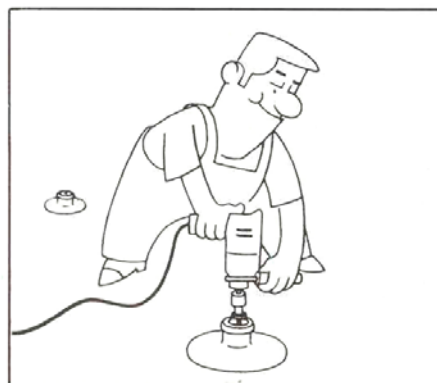
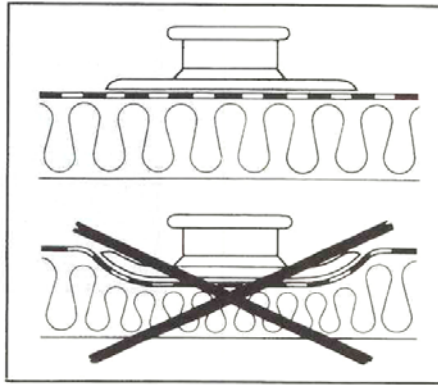

Рис. 9
Рис. 10
4.2.3. Зафиксируйте полиамидную анкерную пластину на настиле болтом (рис.9). Болт должен находиться в строго вертикальном положении. Полиамидная пластина не должна быть утоплена в слой теплоизоляции или другое основание (рис.10).